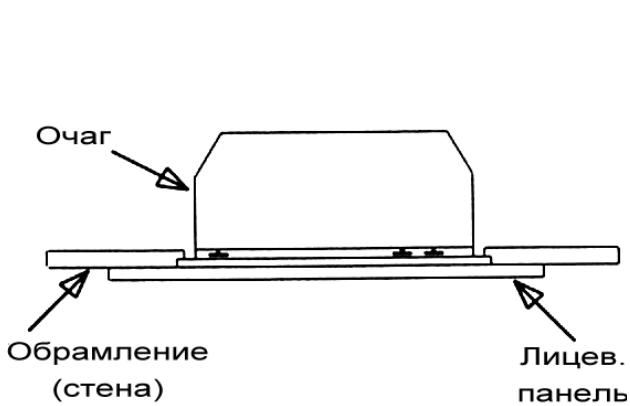

РИС. 3
2. Вставьте очаг в подготовленный для него проем, как показано на Рис. 3. Лицевая поверхность очага должна быть ровень с поверхностью стены (обрамления).
3. Установите лицевую панель, как показано на Рис. 3.